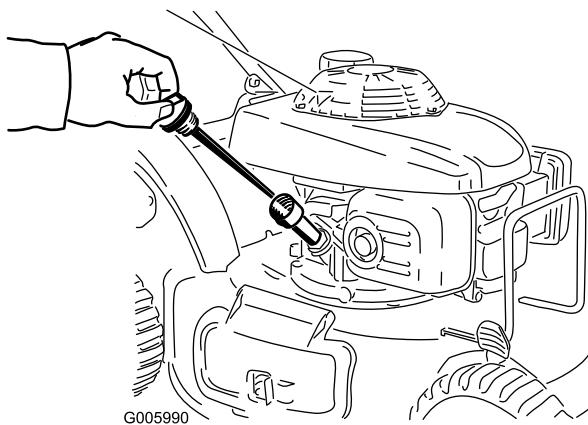

Bild 19
1. Entfernen Sie den Peilstab, wischen ihn ab und stecken ihn in den Ölneinfüllstutzen, **schrauben Sie ihn nicht hinein** (Bild 19).
2. Nehmen Sie den Peilstab heraus und prüfen Sie den Ölstand (Bild 19).
Wenn kein Öl am Peilstab ist, gießen Sie **langsam** Öl in das Einfüllrohr, prüfen Sie den Stand regelmäßig mit dem Peilstab, bis der Peilstab anzeigt, dass der Motor voll ist, wie in Bild 19 dargestellt. **Füllen Sie nicht zu viel ein.** (Max. Füllstand: 0.55 l des Typs: Waschaktives SAE 30-Öl mit der Klassifizierung , SH, SJ, SL oder höher durch das American Petroleum Institute (API).)